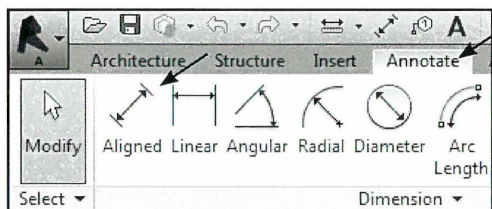

Fig. 06.12. Vælg Annotate - Aligned.
- Klik *Annotate - Aligned* (Fig. 06.12).